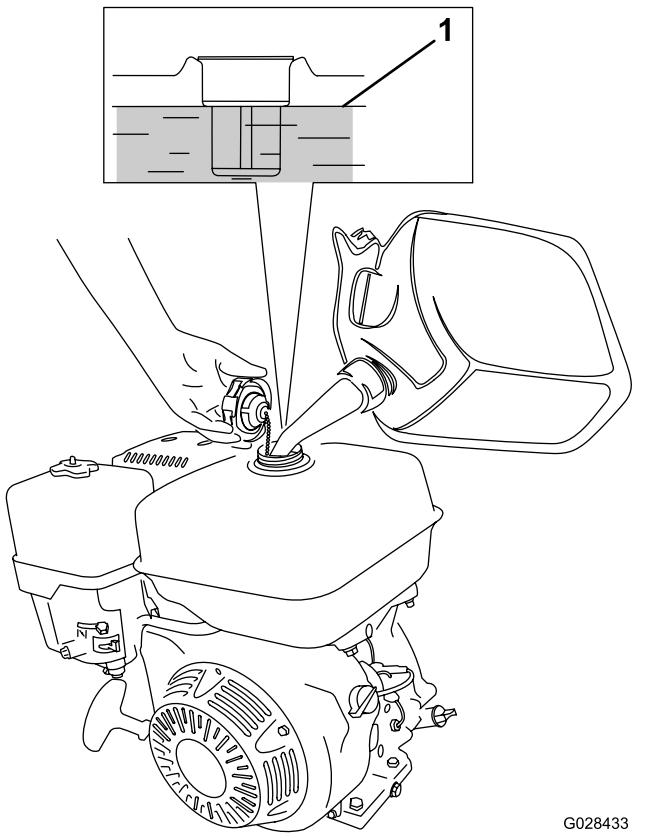

Рисунок 22
- Очистите область вокруг крышки топливного бака и снимите крышку (Рисунок 22). Заполните топливный бак неэтилированным (минимальное октановое число 87) бензином до уровня примерно на 25 мм ниже верха бака, чтобы бензин мог расширяться.